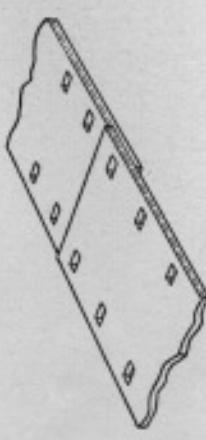

Bild 13
4. Auf das abgeschabte Filmende auftragen, dann rasch beide Filmenden in der Klebeprise genau Perforationsloch über Perforationsloch aufeinanderpassen und fest zusammendrücken. (Bild 13.)